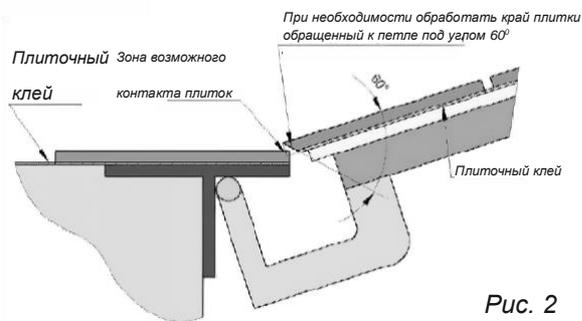

Рис. 2
5. Произведите разметку схемы укладки плитки (другого напольного покрытия) учитывая следующее правило: - Допустимый «вылет» плитки за пределы крышки люка (рис.2) со стороны петли не более 20 мм (во избежание заломов плитки крышки люка, при ее открывании).
7. Запилить плитку (облицовочный материал) крышки со стороны петли и со стороны замка под 60 (градусов) для того, чтобы край плитки не задевал край плитки пола при открывании (рис.2).
8. Инсталлировать плитку (напольное покрытие). **ПОМНИТЕ! Толщина напольного покрытия (включая подложку или клеевой слой) должна быть не более 15 мм (рис.2)!**
9. После застывания клея укоротите винт (предварительно выкрутив), так, чтобы его верхний край был по уровню плитки (рис.2)